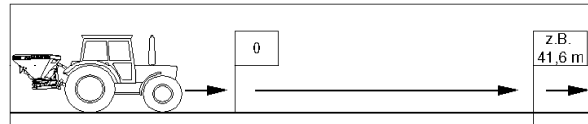

图 67
4. 在田地上精确量出校准距离。标出起点和终点 (图 67)。